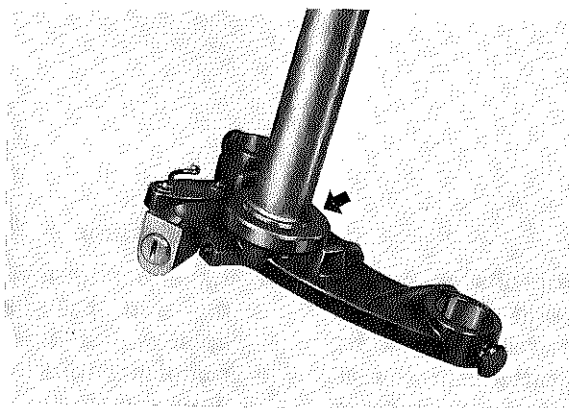

Fig. 5-7-8
2. Remove the bearing race from the lower bracket by tapping around its diameter with a drift punch and hammer. (Fig. 5-7-8)
2. Enlever la cuvette restée sur l'étrier inférieur en tapant sur son pourtour avec une broche et un marteau (Fig. 5-7-8).
2. Lagerlaufringe aus der unteren Gabelführung mittels Dorn und Hammer austreiben; Auflagepunkt des Dorns dabei am Umfang laufend verändern. (Fig. 5-7-8)